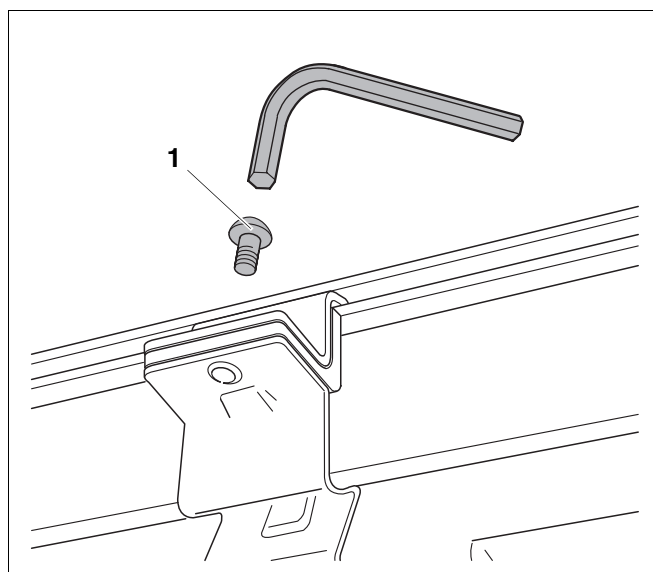

Fig. 9 Fijar el colector
- Atornille el dispositivo de sujeción del colector al soporte del colector con el tornillo de cabeza semiesférica adjunto (fig. 9, **pos. 1**).